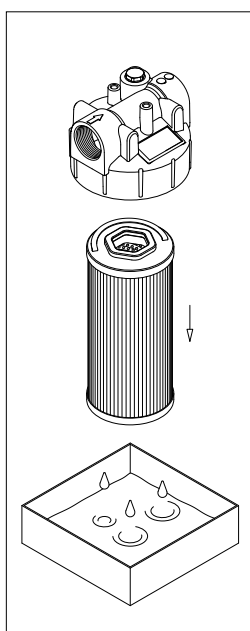

fig. 3
- (Fig. 3) Estrarre l'elemento filtrante. Pulire la sede della testata, il codolo e il contenitore. Verificare la loro integrità. Verificare le condizioni delle guarnizioni del contenitore e, se necessario, sostituirle riferendosi al paragrafo "Manutenzione straordinaria"